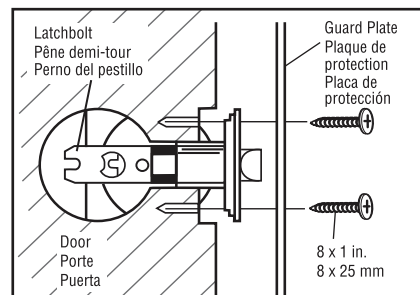

Fig. 3A
Step 3: Option A. For new door installation or added security where the door is undamaged and the wood around the latchbolt is solid, slip guardplate over the latchbolt and install combination thread no. 8 x 1 in. screws through the guardplate, through the latch faceplate, and into the door (Fig. 3A).
Étape 3: Option A. Pour l'installation d'une nouvelle porte ou pour rehausser la sécurité d'une porte non endommagée et dont le bois est demeuré solide autour du pêne demi-tour, glissez une plaque de protection sur le pêne demi-tour et insérez des vis à filetage combiné n° 8 de 1 po à travers la plaque de protection et la têtère du verrou, puis dans la porte (Fig. 3A).
Paso 3: Opción A. Para la instalación de una puerta nueva o para añadir seguridad donde la puerta no está dañada y la madera alrededor del perno del pestillo está sólida, deslice la placa de protección sobre el perno del pestillo e instale tornillos de combinación roscados No. 8 x 1" a través de la placa de protección y la placa frontal del pestillo, hasta llegar a la puerta (Fig. 3A).